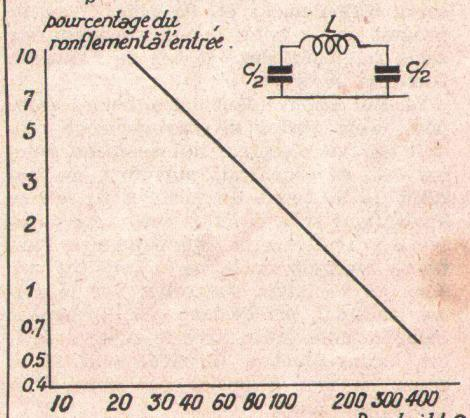

Fig. 2. — Réduction du ronflement en fonction du produit de la self induction par la somme des capacités.
4. Dans un filtre d'alimentation, l'élimination de la composante à 100 périodes sera d'autant mieux réalisée que le produit LC (de la self-induction de la bobine par la somme des deux capacités) sera plus grand, c'est ce que montre la courbe de la figure 2. Mais, par ailleurs, le condensateur placé à l'entrée, c'est-à-dire du côté de la valve, a pour effet d'élever le niveau de la tension de sor-